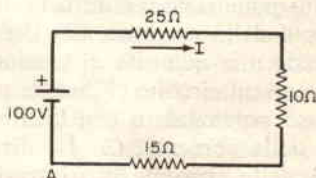

Fig. 6
C) Circuiti in serie - Un circuito in serie è una rete in cui, in ciascun elemento, scorre la stessa corrente. Un esempio di circuito in serie è riportato nella fig. 6. *Esempio 7* - Usando la legge di Kirchhoff della tensione, si trovi (a) la corrente e (b) la tensione ai capi del resistore da 10Ω del circuito in serie della fig. 6.
Soluzione: nell'applicare la legge di Kirchhoff della tensione, è necessario distinguere la direzione della corrente e la polarità delle sorgenti di tensione. La convenzione usata qui è: (1) un segno meno precede una quantità di tensione andando lungo un circuito chiuso da un basso ad un alto potenziale o contro la direzione indicata della corrente. (2) Un segno più precede una quantità di tensione andando lungo un circuito chiuso da un alto a un basso potenziale o con la direzione indicata della corrente. (3) La direzione supposta della corrente è arbitraria. (a) Con riferimento alla fig. 6, supponiamo di cominciare dal punto A e di andare in senso orario lungo il circuito chiuso, e cioè con la direzione indicata della corrente. Pertanto, secondo la legge della tensione e secondo le convenzioni adottate, $-100 + (25 + 10 + 15) I = 0$,